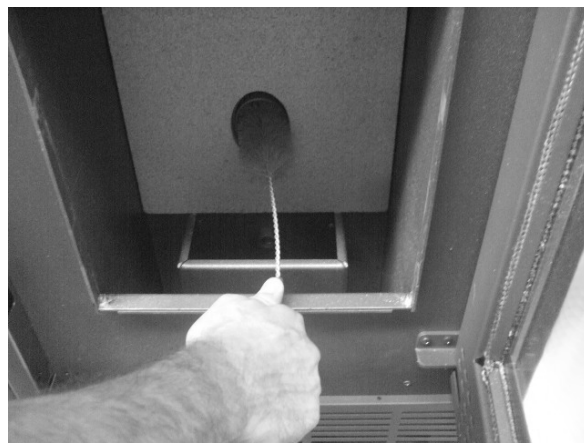

Fig. 31 - Limpeza com escova
- Limpar também o furo de queda de pellets com uma escova (ver **Fig. 31**).